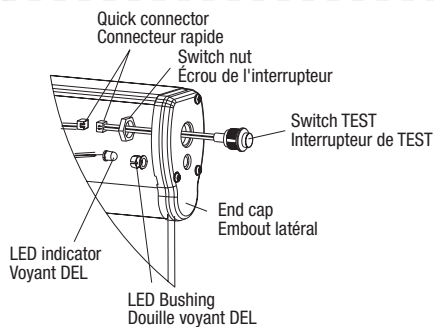

Fig. 8a
2. Disconnect test quick switch connector, remove the test switch and LED indicator and bushing from end cap, feed test switch and LED indicator wires out through the central hole of the end cap (Fig. 8a, 8b).
2. Débrancher le connecteur rapide de l'interrupteur de test, retirer l'interrupteur de test, le voyant DEL et la douille de l'embout, faire sortir l'interrupteur de test et le voyant DEL par le trou central de l'embout (Fig. 8a, 8b).